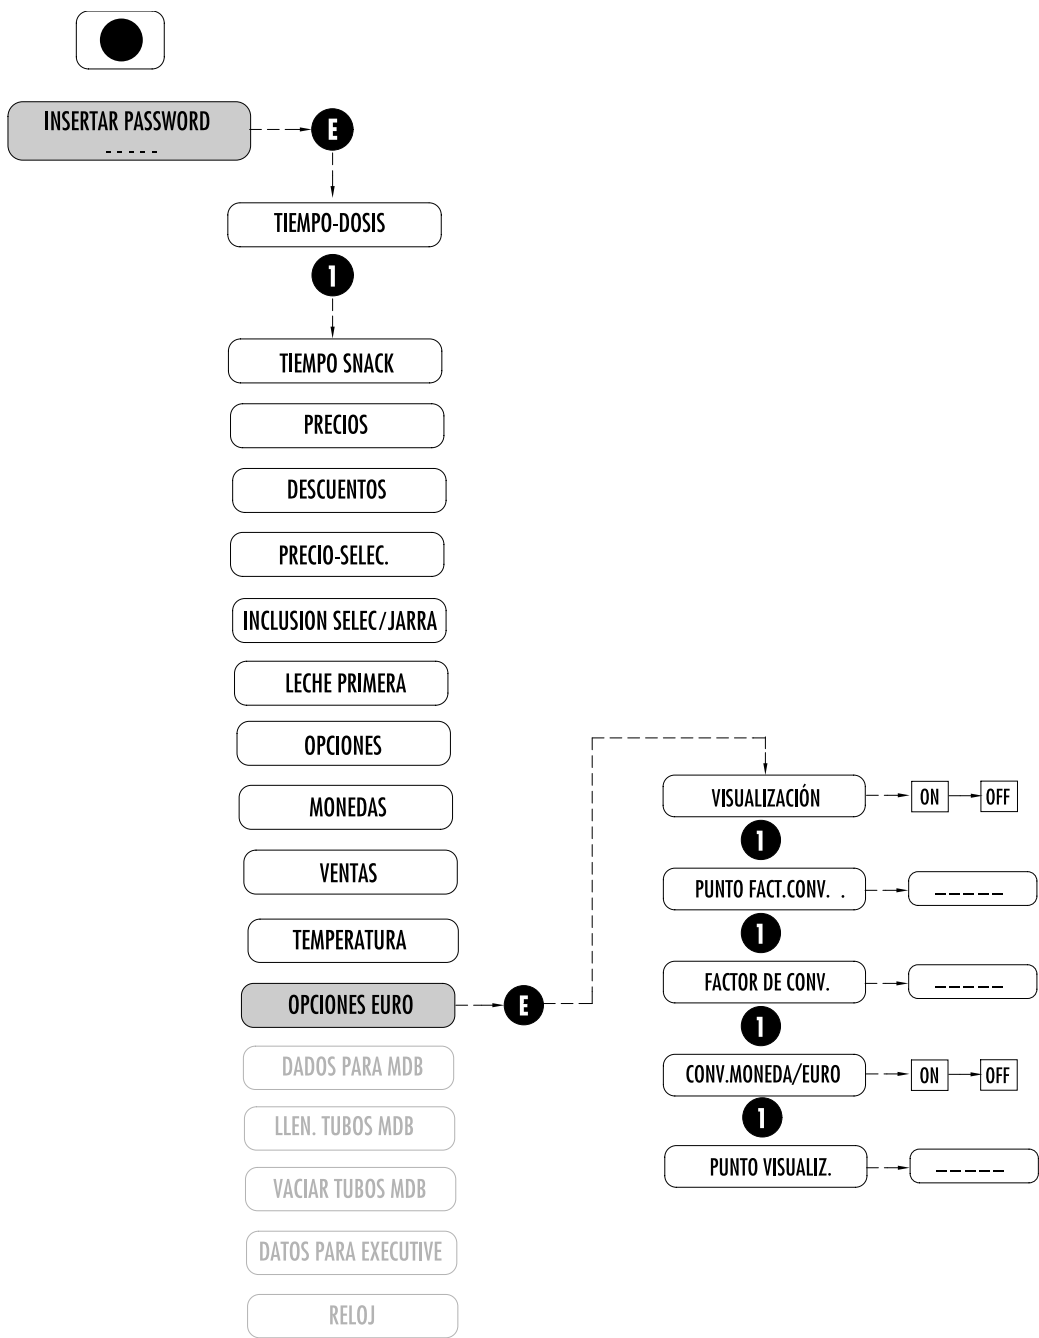

Fig. 7.15
7.2.12 OPCIONES EURO (Fig. 7.15)